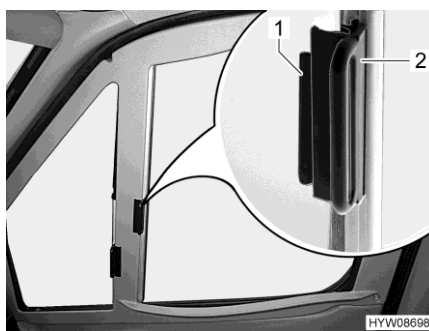

Fig. 47 Tendina oscurante pieghevole (finestrino del conducente/passeggero)
- Con la levetta (Fig. 47,2) tirare le tendine oscuranti pieghevoli per il finestrino del guidatore e del passeggero verso l'altro lato della finestra e congiungerle alle strisce magnetiche.
- Inserire fino all'arresto le tendine oscuranti pieghevoli per il finestrino del guidatore e del passeggero per la maniglia (Fig. 47,2).
- Spingere la maniglia (Fig. 47,2) fino al sopralzo (Fig. 47,1).